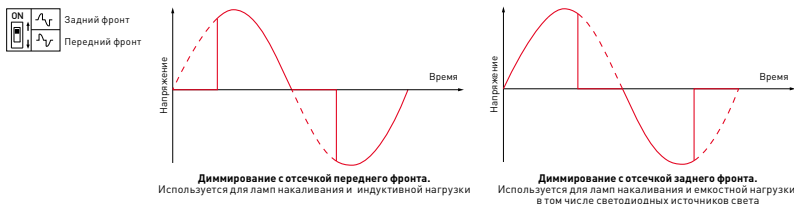

Рис. 4. Выбор фронта отсечки сетевого напряжения
- 3.4. Установите DIP-переключатель в одно из положений, в зависимости от типа подключаемой нагрузки: отсечка по переднему фронту применяется для резистивной (R) и индуктивной (L) нагрузки, а по заднему — для резистивной (R) и емкостной (C) (см. рис. 4).